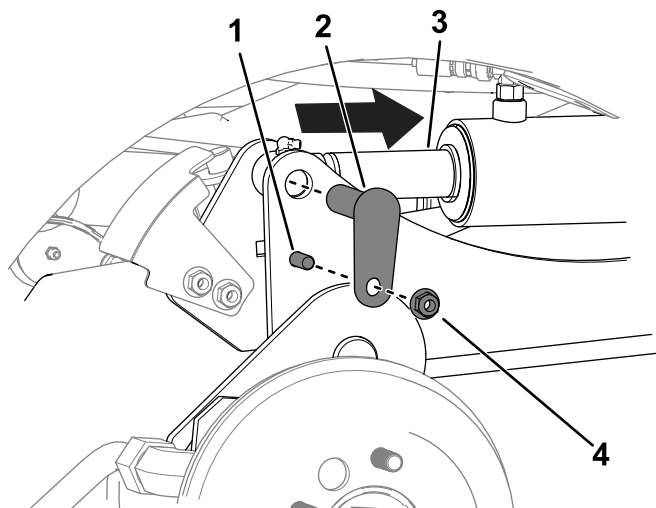

Figura 11
- C. Utilice un botador para alinear los orificios de las varillas de los cilindros con los orificios de los brazos de elevación (Figura 11).
- D. Utilice 2 pernos ( $\frac{3}{8}$ " x  $1\frac{1}{4}$ "), 2 tuercas ( $\frac{3}{8}$ ") y 2 pasadores pequeños para sujetar los brazos de elevación a los cilindros (Figura 11).